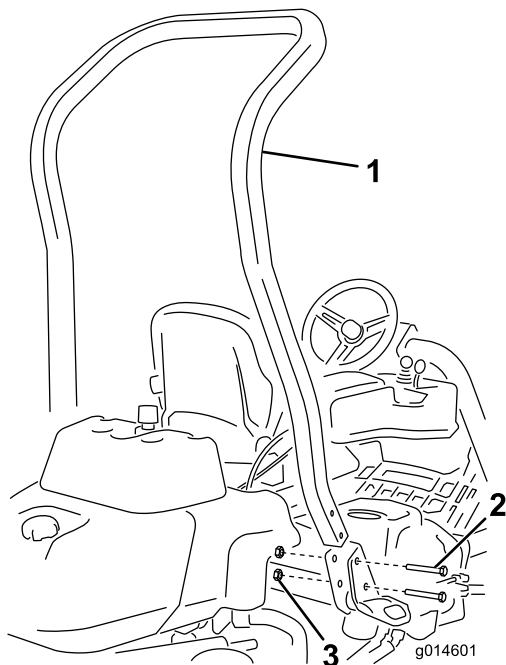

図 3
3. 機体の左右にあるポケットにROPSを差し込み、ボルト $\frac{1}{2}$ x $3\frac{3}{4}$ インチ4本とフランジナット4本 $\frac{1}{2}$ インチで図3のように固定する。